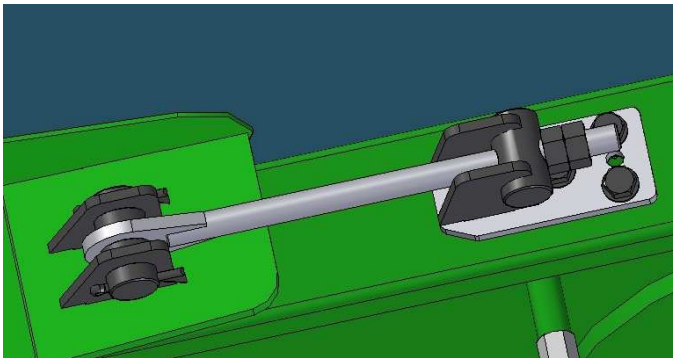

Abb. 28
Die Spannvorrichtung (9) auf der linken Seite einlegen und anspannen. (Abb. 28)